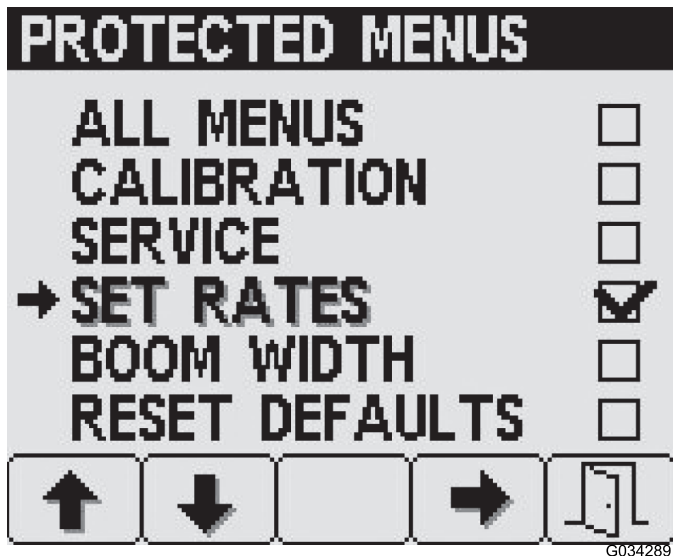

Bild 13
3. Drücken Sie Taste 4, um jeden Eintrag im geschützten Menü auszuwählen oder dessen Auswahl aufzuheben (Bild 13).